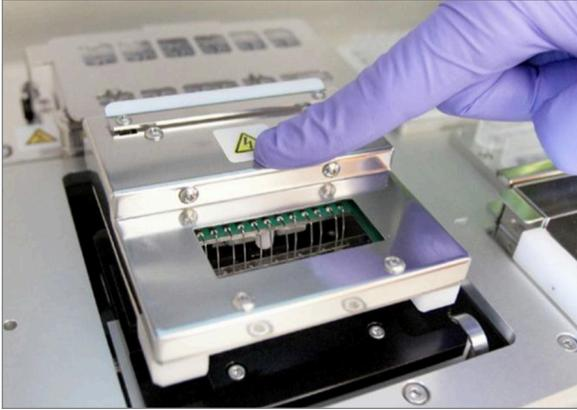

FIGURA 5.20: Baixe a unidade de elétrodos com cuidado, posicionando-a sobre o Cartucho
14. Baixe a unidade de elétrodos com cuidado, posicionando-a sobre o Cartucho (FIGURA 5.20). Os 24 elétrodos deverão inserir facilmente nos 24 poços. Toque em **Next** (Seguinte).
IMPORTANTE: não utilize o dispositivo de libertação para baixar a unidade. Isso impedirá o seu bloqueio. Ao invés, exerça pressão sobre o corpo da unidade, mantendo-se afastado do dispositivo de libertação (FIGURA 5.20).